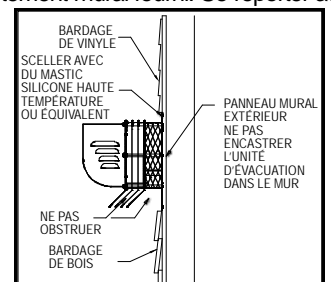

Figure 2
- **Remarque** : Si le bardage est de plus de 13 mm (1/2 po) d'épaisseur, poser une plaque ou un panneau d'espacement derrière le plateau de fixation de l'évacuation forcée (voir Figure 2).